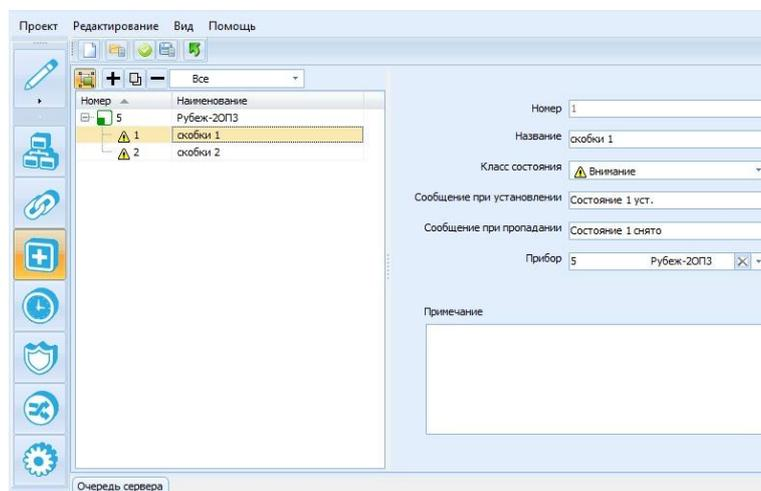

Рис. 20 Вкладка **Виртуальные состояния**
1. Необходимо перейти на вкладку **Виртуальные состояния** и добавить виртуальное состояние, которое будет включаться в приборе при выполнении условия в первой скобке: *Название – Скобка 1, Класс состояния – Внимание, Сообщение при установлении – Состояние 1 установлено, Сообщение при пропадании – Состояние 1 снято, Прибор – Рубеж-20ПЗ* (Рис. 20).
Затем добавим виртуальное состояние, которое будет включаться в приборе при выполнении условия во второй скобке (Рис. 20): *Название – Скобка 2, Класс состояния – Внимание, Сообщение при установлении – Состояние 2 установлено, Сообщение при пропадании – Состояние 2 снято, Прибор – Рубеж-20ПЗ*.